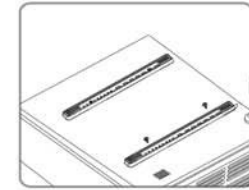
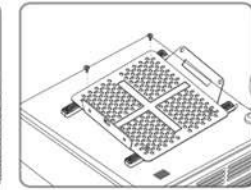

Figure 12
Figure 13
5. Verbinden Sie Ihren Projektor mit der unteren Platte (8) wie in Fig. 5. Hier können auch die Verlängerungsarme genutzt werden um den Projektor anzubringen, wenn nötig. (Fig. 12 & Fig. 13)
1. Bringen Sie die Verlängerungsarme (10) an Ihrem Projektor an. (Fig. 12). Nutzen Sie hierfür die passenden Gewindeschrauben (beiliegend) in der passenden Länge! Die gepolsterte Seite der Arme wird auf den Projektor gelegt!